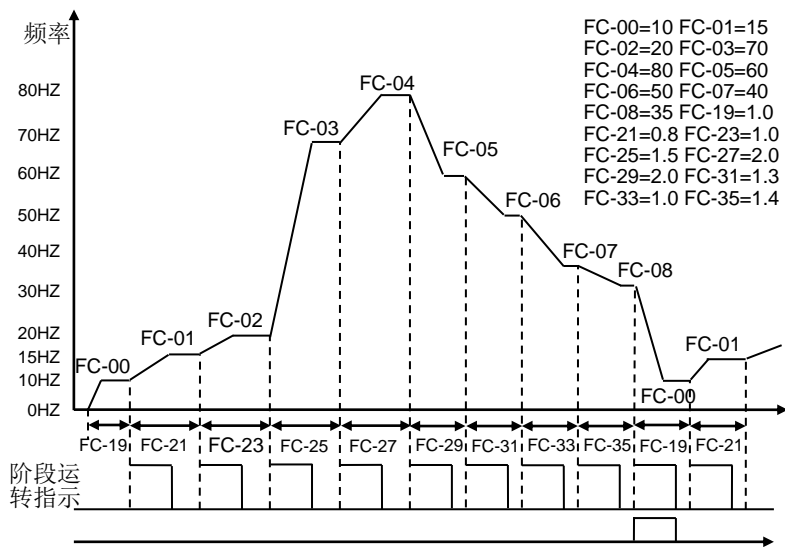

图 6-41B
- **动作说明：**如图 6-41B 所示，当 F0-02=1、FC-16=2、FC-17=9 时，按下 RUN 键，变频器便开始运行，直到 FC-08 运行完成后又自动跳至第一段继续运行，直到按下 STOP 键停止为止。